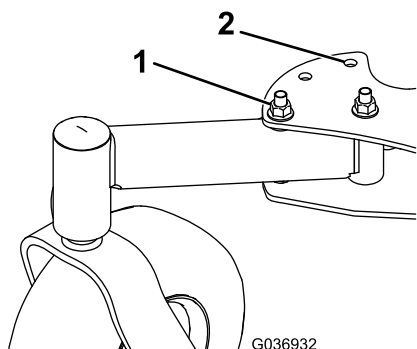

Bild 1
5. Entfernen Sie äußeren Schrauben und Muttern, mit denen die Lenkrollen befestigt sind (**Bild 1**).
6. Drehen Sie die Lenkrollen in die rückwärtige Stellung und befestigen Sie diese mit den vorher entfernten Schrauben und Muttern (**Bild 1**).